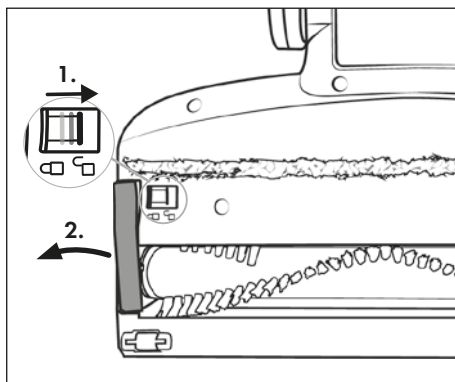

Fig. 24
- N'utilisez l'appareil qu'avec un rouleau brosse ④1 correctement monté.
- 1) Retirez la brosse de sol ④2 du tube d'aspiration ④3 ou de l'appareil (voir chapitre **Démontage de l'appareil**). Retournez la brosse de sol ④2.
- 2) Déverrouillez le rouleau-brosse ④1 en faisant glisser le dispositif de déverrouillage du rouleau-brosse ④19 vers la droite du doigt, puis retirez le support du rouleau-brosse ④20 de la brosse de sol ④2 (voir figure 24).